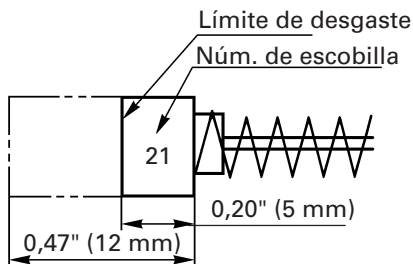

Fig. 6
4. Inspeccionar los escobillas de carbón (Fig. 6)
NOTA: Utilice las escobillas metabo HPT Núm. 21 indicadas en la Fig. 6.